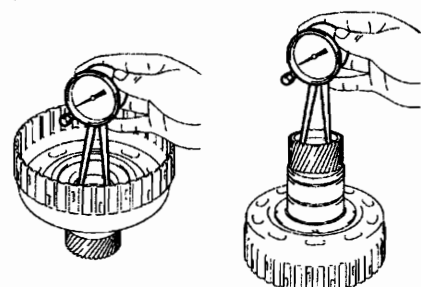

图 12-1-119
(6) 检查倒挡离合器毂分总成。如图 12-1-119 所示,用百分表测量倒挡离合器毂衬套内径,标准衬套内径为 35.812~35.837mm,最大衬套内径为 35.887mm。若内径大于最大值,则应更换倒挡离合器毂。